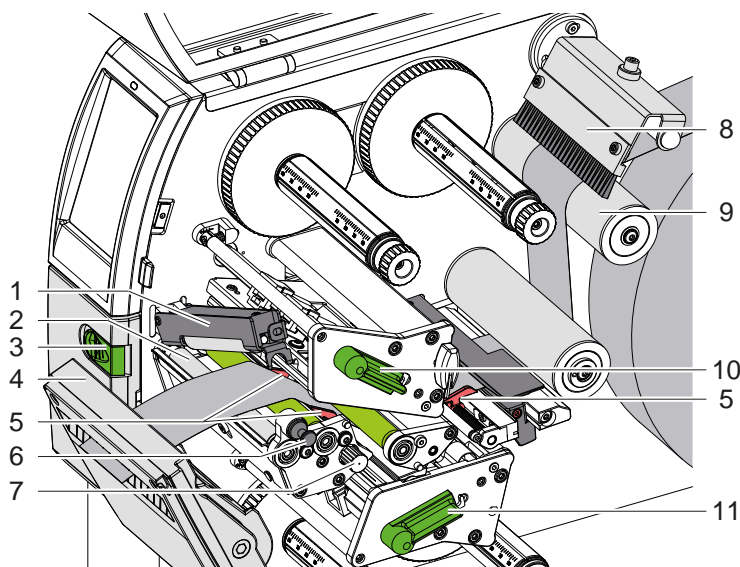

Рис. 13      Заправка материала в печатающий механизм
2. Потяните фиксатор (6). Прижимной узел (1) откидывается вверх.
3. Поверните рычаг (10) против часовой стрелки, а рычаг (11) — по часовой стрелке, чтобы поднять обе печатающие головки.
4. Поверните щетку (8) в направлении от отклоняющего ролика (9).
5. Вращая кнопку (7), раздвигайте направляющие (5) до тех пор, пока материал не окажется между ними.
6. Проведите материал, как показано на Рис. 13, через оба печатающих блока до натяжного валика (2) и поместите его между направляющими (5).
7. \* Устройства с ножом: Сдвиньте кнопку (3) в сторону и отклоните ножевой узел (4) от принтера, пропустите материал между лезвиями ножа и поверните нож на место.
8. Вращая кнопку (7), придвиньте направляющие вплотную к краям материала.
10. Потяните фиксатор (6). Прижмите прижимной узел (1) вниз и зафиксируйте фиксатором.
13. Поверните щетку (8) к отклоняющему ролику (9):